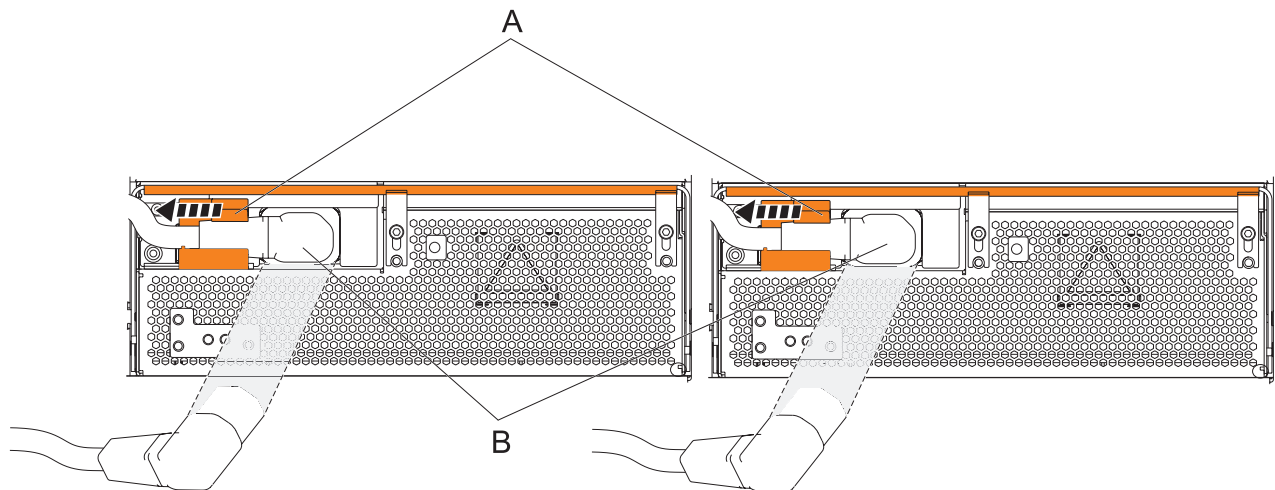

Figure 67. Débranchement des cordons d'alimentation des ensembles de conversion hors ligne
- a. Faites glisser vers la gauche les supports de cordon d'alimentation (**A**) situés A l'avant des deux ensembles de conversion hors ligne. Pour plus d'informations, voir figure 67, à la page 89.